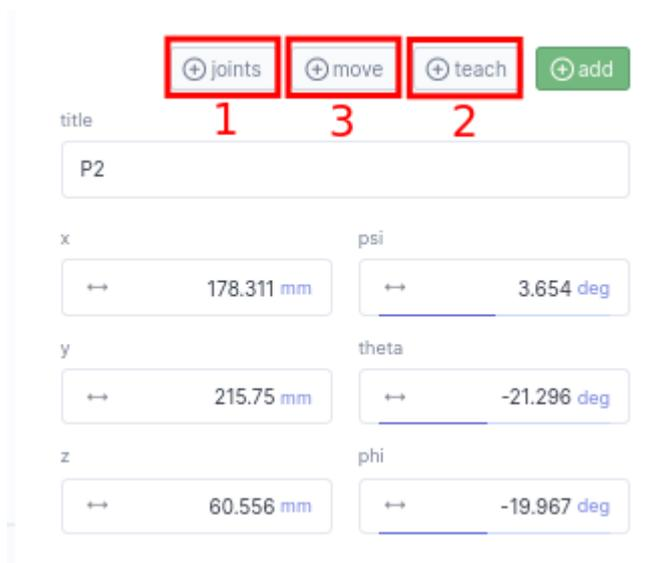

Рис. 3.13
Вы можете задавать координаты точек как в декартовом пространстве, так и в пространстве обобщенных координат (рис. 3.13). Для этого при создании точки или выборе существующей нажмите кнопку **joints** (1). Вы также можете изменить координаты созданных ранее точек, задав их относительно текущего положения рабочего инструмента робота, воспользовавшись кнопкой **teach** (2). Для перемещения манипулятора в созданную точку зажмите клавишу **move** (3).